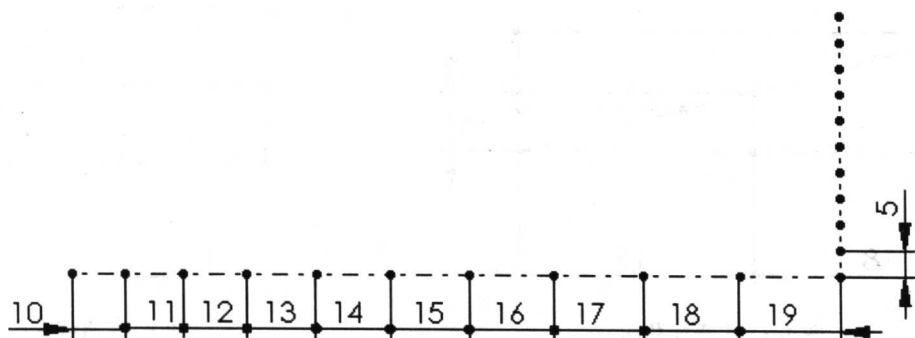

图 1-3 竖直线草图
2) 用“中心线”绘制出十条端点相连的等距竖直线，注意这十条线是竖直约束的，而且线长都等于 5mm，如图 1-3 所示。